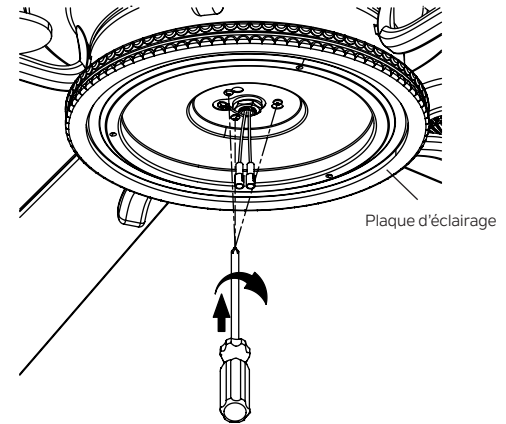

Fig. 23
Étape 2. Placez les deux trous de fente sur la plaque d'éclairage sur les 2 vis précédemment desserrées depuis la plaque de montage. Faites pivoter la plaque d'éclairage jusqu'à ce qu'elle se verrouille en place à l'extrémité étroite des trous de clé. Fixez en serrant les 2 vis précédemment desserrées et celle précédemment retirée. (Fig. 23)